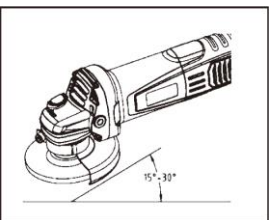

Fig5
- De regula, vă rugăm să păstrați partea de șlefuire și tăierea a discului la un unghi de 15 la 30 de grade fata de suprafața obiectului de prelucrare.(Fig 5)